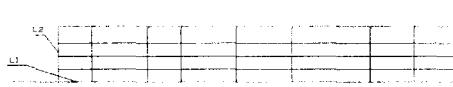

图 1-6
(7) 按 Enter 键，重复执行“偏移”命令，选择直线 L2，分别设置偏移量为“15”、“25”、“15”、“25”、“35”、“20”，按系统提示，在 L2 右方单击，如图 1-6 所示。具体操
(8) 执行“修剪”命令, 对图 1-6 进行修改, 最终完成的图形如图 1-7 所示。